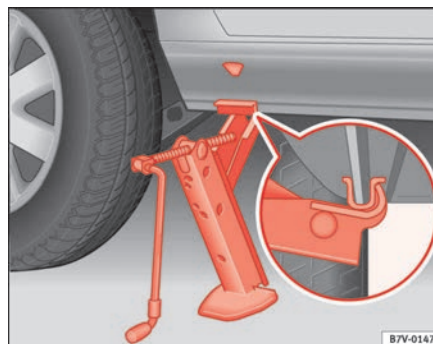

Abb. 161 Wagenheber hinten an der rechten Seite
4. Richten Sie den Wagenheber aus und kurbeln Sie gleichzeitig die Wagenheberklau weiter hoch, bis die Klau den senkrechten Steg ⇒ **Abb. 161** (Pfeil) unter dem Fahrzeug umfasst ⇒ **⚠**. ▶
- Die Klaue des Wagenhebers muss den senkrechten Steg des Unterholms umfassen, damit der Wagenheber beim Anheben des Fahrzeugs nicht abrutschen kann ⇒ Seite 249, Abb. 161.